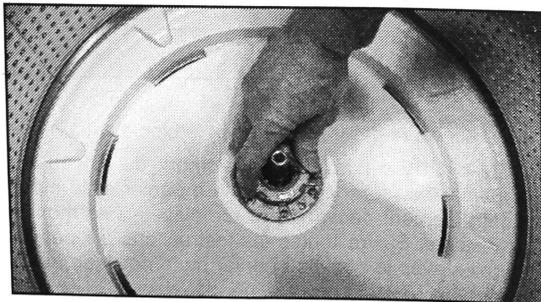

FIGURE 7
9. Installer l'écrou à tête hexagonale. Serrer manuellement l'écrou à tête hexagonale, sans utiliser d'outils, jusqu'à ce qu'il soit complètement vissé. Voir la *Figure 7*.